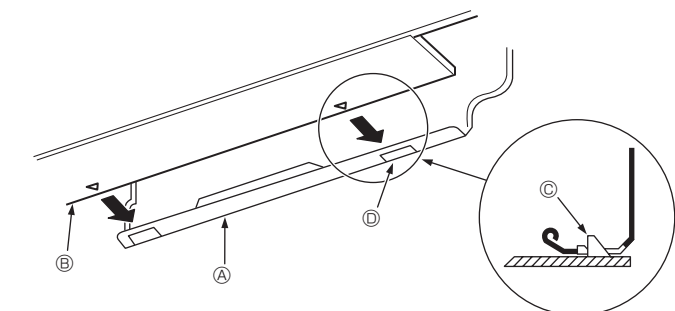

Fig. 3-11
- Lors de l'insertion de la tuyauterie de réfrigérant et du tuyau d'écoulement dans le trou de pénétration dans le mur (manchon de pénétration), accrocher le haut de l'appareil intérieur au panneau de montage ①.
- Fixer en poussant la partie inférieure de l'appareil intérieur sur la planche d'installation ①. (Fig. 3-11)
- * Vérifier que les boutons dans le bas de l'appareil intérieur sont correctement insérés dans la planche d'installation ①.
- Ⓐ Planche d'installation ①